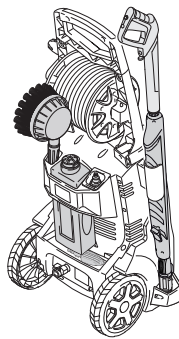

Fig. 42
6. Guarde los accesorios en la parte posterior y en los compartimentos previstos a tal efecto en la máquina (Fig. 42).